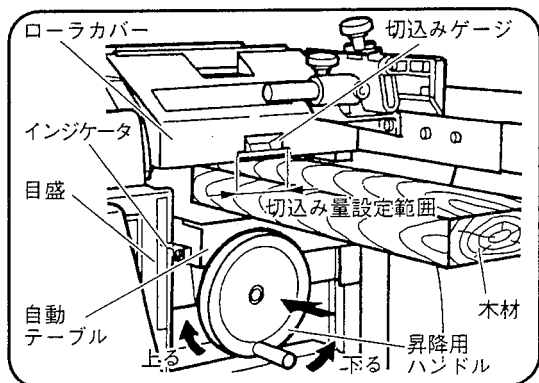

図 17
- (1) 木材の先端を自動テーブルにのせ、木材の先端が切込み量設定範囲の下にくるようにします。次に木材の先端がローラカバー前面より、40～50mm 入るようにします。（図 17）
- 切込み量の確認は、切込み量の設定範囲内（図 17 参照）の下に木材を置いて確認してください。設定範囲外に木材を置いてフットスイッチ **上** を踏むと切込みゲージが木材と接触せず、自動テーブルが上がりすぎ機械が損傷します。